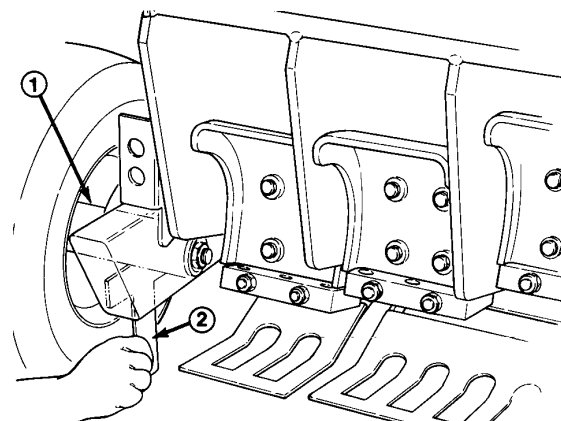

Fig. 13
4. Gjenta dette og bruk den lange enden av høydemåleren på hver bakhjuspindel (fig. 13).
4. Gjenta dette ved å bruke den lange enden av høydemåleren på hver bakhjuspindel (fig. 13).